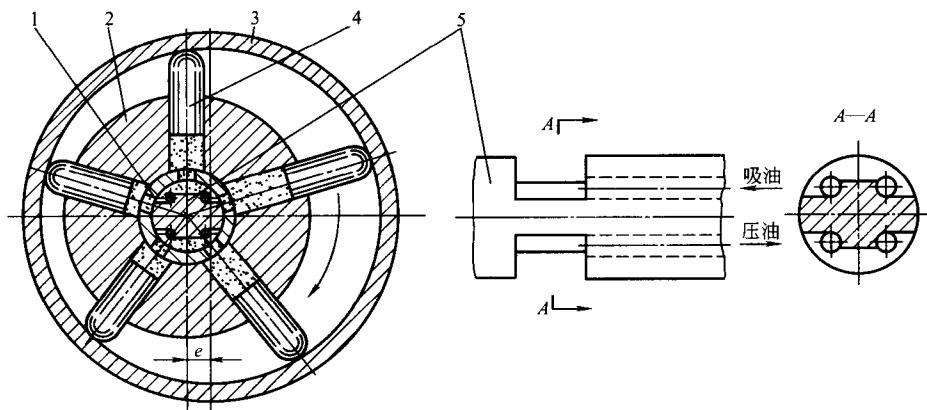

图 1-1-1 径向柱塞泵工作原理图
1) 径向柱塞泵。柱塞轴线垂直于转子轴线，如图 1-1-1 所示。泵主要由定子 3、转子 2、柱塞 4 和配油轴 5 等组成。转子上有沿周向均匀分布的径向柱塞孔，孔中装有柱塞、转子连同柱塞由电动机带动一起回转，柱塞靠惯性力（或低度压液压油作用）紧压在定子内表面上。由于定子和转子中心之间有偏心距  $e$ ，所以当转子按图示方向回转时，柱塞在上半周内逐渐向外伸出，柱塞底部与柱塞孔间的密封容积逐渐增大，形成局部真空，从而通过固定不动的配油轴上面两个轴向吸油孔吸油；柱塞在下半周内逐渐向柱塞孔内缩进，密封容积逐渐减小，通过配油轴下面两个轴向压油孔将液压油压出。转子每回转 1 周，每个柱塞吸油、压油各一次，改变定子与转子之间的偏心距，可以改变输出流量，若偏心方向改变（偏心距  $e$  由正值变为负值），则液压泵的吸、压油腔互换，成为双向变量径向柱塞泵。